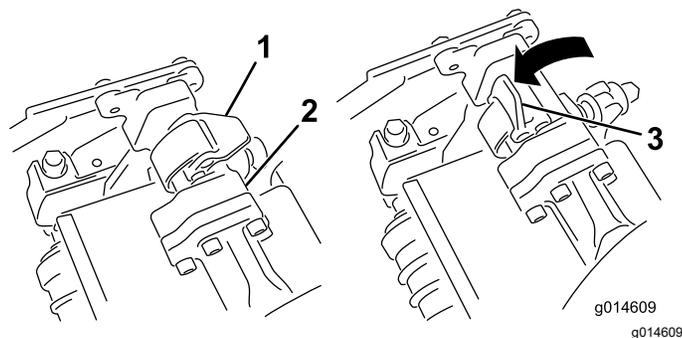
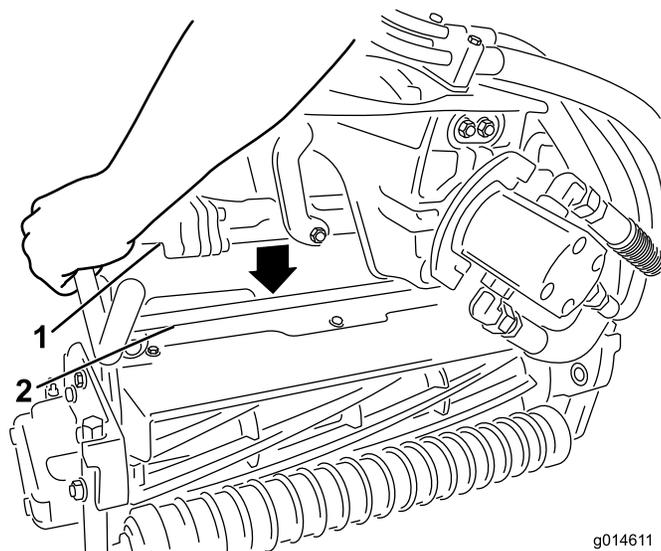

Figura 47
Figura 48
3. Com os fechos na barra do braço de suspensão a apontar para cima (i.e. abertos) (Figura 47), empurre o braço de suspensão para baixo de forma a que a barra passe pela barra através da parte superior da unidade de corte (Figura 48).
4. Feche os fechos para baixo e em redor da barra da unidade de corte e bloqueie-os no sítio (Figura 47).
- Abra os fechos na barra do braço de suspensão da unidade de corte que está a remover (Figura 47).